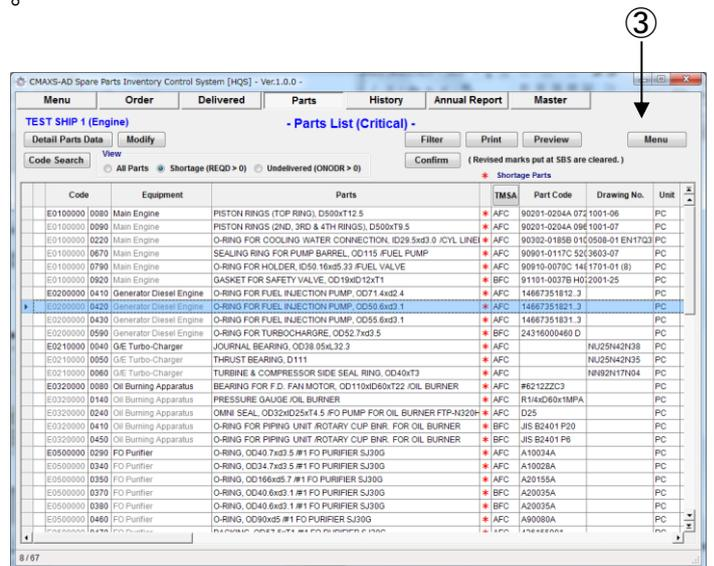

図 5-2 Critical Spare Parts list with shortage condition 画面
- (2) "Critical Spare Parts list with shortage condition 画面"(Fig.5-2) に重要器かつ不足している(REQD>0)部品のリストが表示されます。
- (3) [Menu]を選択すると "Menu 画面"に戻ります。